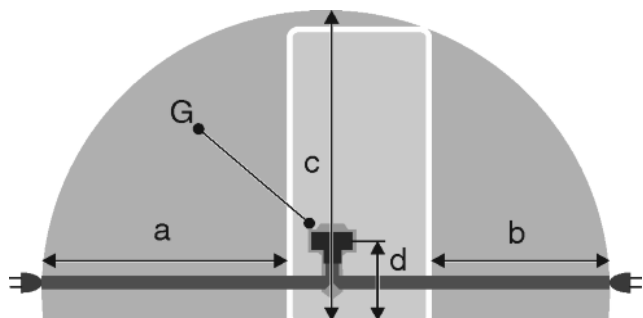

Fig. 51
- Kontaktdakša neatrodas ierīces mugurpuses zonā dotajā zonā Fig. 51 (a, b, c).
- ▶ Ievietojiet ierīces kontaktdakšu Fig. 51 (G) ierīces mugurpusē. Ievērojiet pareizo nofiksēšanos.